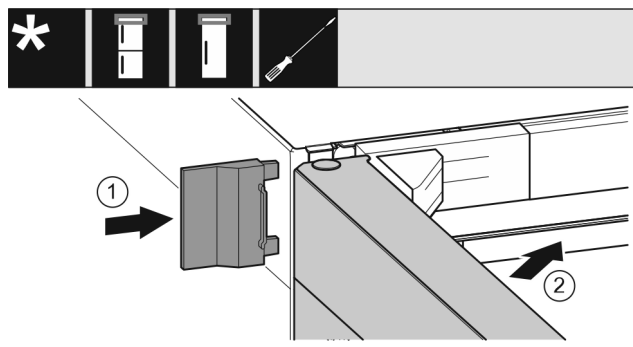

Fig. 41
- ▶ Applicare la copertura esterna Fig. 41 (1).
- ▶ Chiudere la porta superiore Fig. 41 (2).